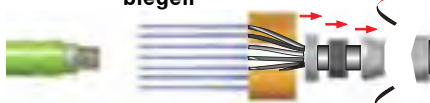

Fig. 15.4 Mantelschirm nach hinten biegen
2. Mantelschirm nach hinten biegen. (Fig.15.4)
5. Kupplungseinsatz (12) von vorne aus der Kupplungshülse (13) herausdrücken.
6. Dabei Isolierhülse (10) aus Kupplungshülse (13) nach hinten herausdrücken.
7. Farbring zur Kennzeichnung auf Kupplungshülse (13) aufziehen. (siehe Kap 22)